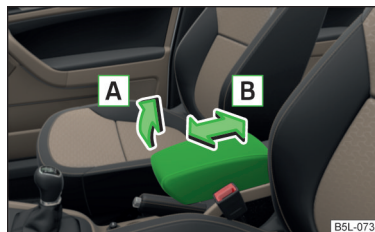

Fig. 59
- Para el **ajuste de altura**, elevar el apoyabrazos en el sentido de la flecha **A** en una de las cuatro posiciones de retención » **fig. 59.**